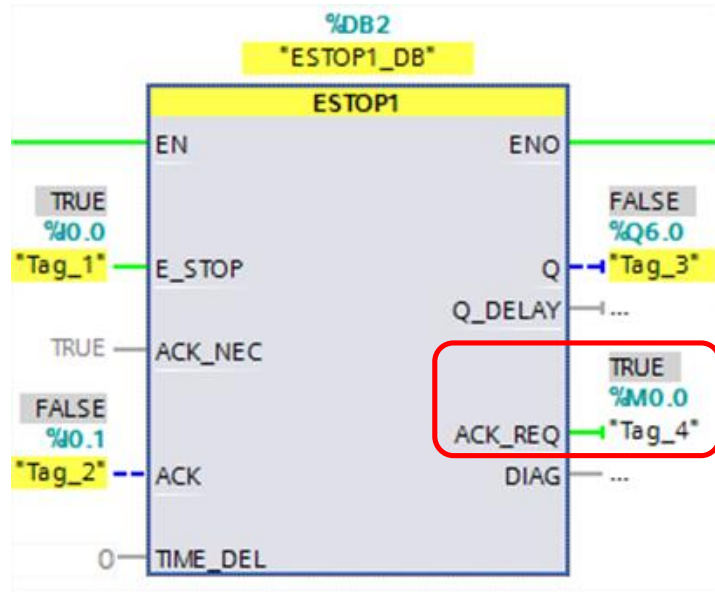

图 4-5 程序块请求去钝
- 3) 当 M0.6 上升沿触发后，去钝完成，模块恢复正常，但急停程序块还需要进行软件复位，此时 ESTOP1 的输出管脚 ACK_REQ 为 1，表示程序块请求去钝化，如图 4-5 所示。